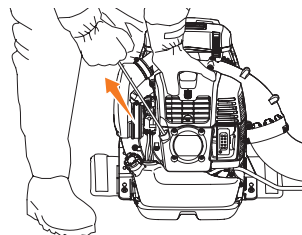

Рис. 12
- Затем плавным, но быстрым движением (без рывка) вытяните шнур за рукоятку стартера несколько раз пока двигатель не запустится (Рис. 12).